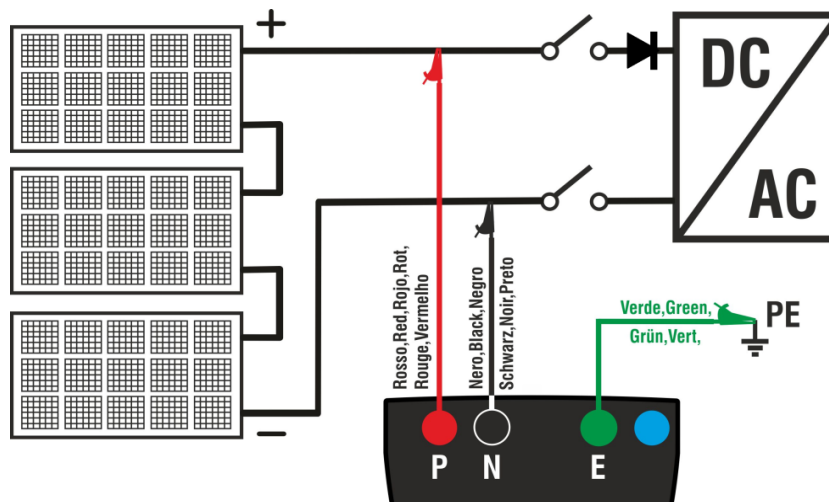

Fig. 6: Conexión instrumento para medida de aislamiento en modo DUAL
6. Conecte el instrumento al string FV en prueba como se muestra en Fig. 6. **La prueba también se puede realizar en varias strings en paralelo entre sí. Recuerde que los descargadores conectados a los cables del string / strings también deben estar desconectados y que es recomendable realizar la medición aguas arriba de los diodos de bloqueo**